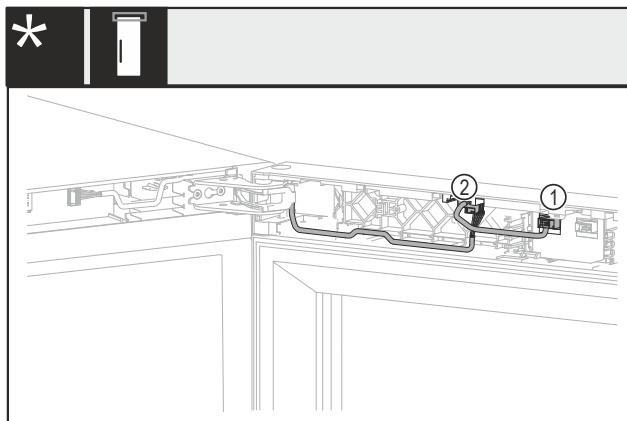

Fig. 19 Bez zámku nebo s mechanickým zámkem*
- Zástrčku Fig. 19 (1) vytáhněte.*
- Zástrčku Fig. 19 (2) vytáhněte.*